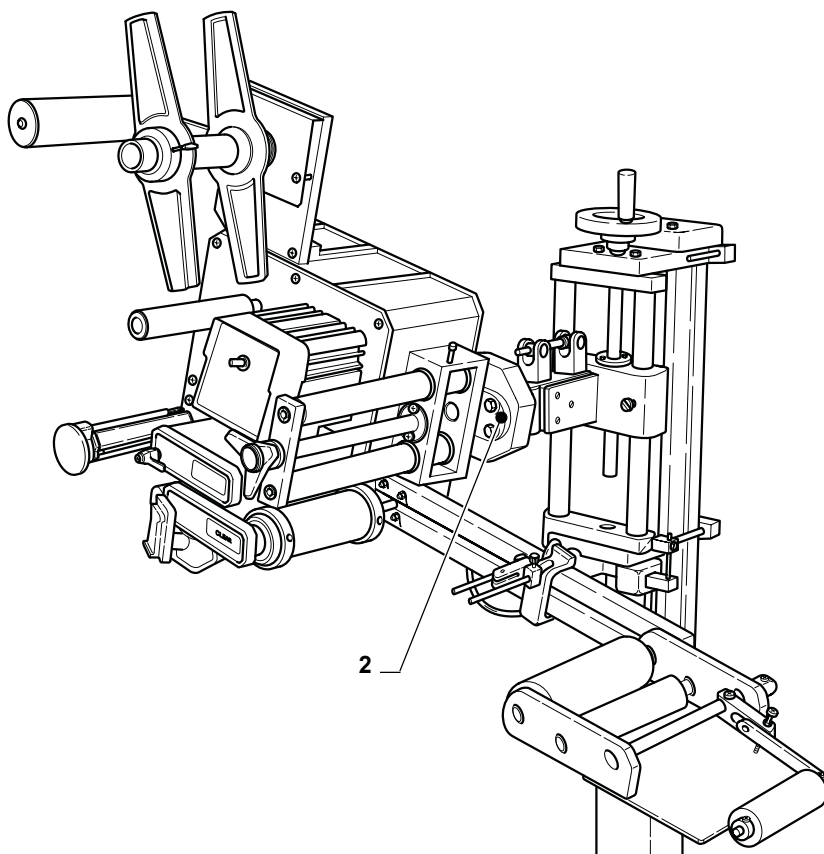

Fig. 5
1.6.a Installazione su supporto (Fig.5)
L'etichettatrice può essere installata su un supporto standard che ne permette la facile regolazione nei confronti del prodotto da etichettare. In questo caso la macchina viene installata direttamente dal costruttore. Nel caso la macchina debba essere installata su un supporto fornito dal cliente, utilizzare per l'aggancio al supporto il foro (2) di ancoraggio indicato in Fig.5 avente Ø 45 mm.
1.6.a Installation on base plate (Fig.5)
If the machine needs to be installed on a support supplied by the customer, secure it using the diam. 45mm fastening aperture (2) shown in Fig.5.
1.6.a Installation sur un support (Fig.5)
Si la machine doit être installée sur un support fourni par le client, pour la fixation du support, utiliser le trou (2) d'ancrage indiqué sur la Fig.5 (Ø 45 mm).
1.6.a Installation an einer Befestigung (Abb. 5)
Soll die Maschine hingegen auf einer kundenseitig zur Verfügung gestellten Befestigung installiert werden, ist die Verankerungsbohrung (2) aus Abb. 5 mit Ø 45 mm zu verwenden.